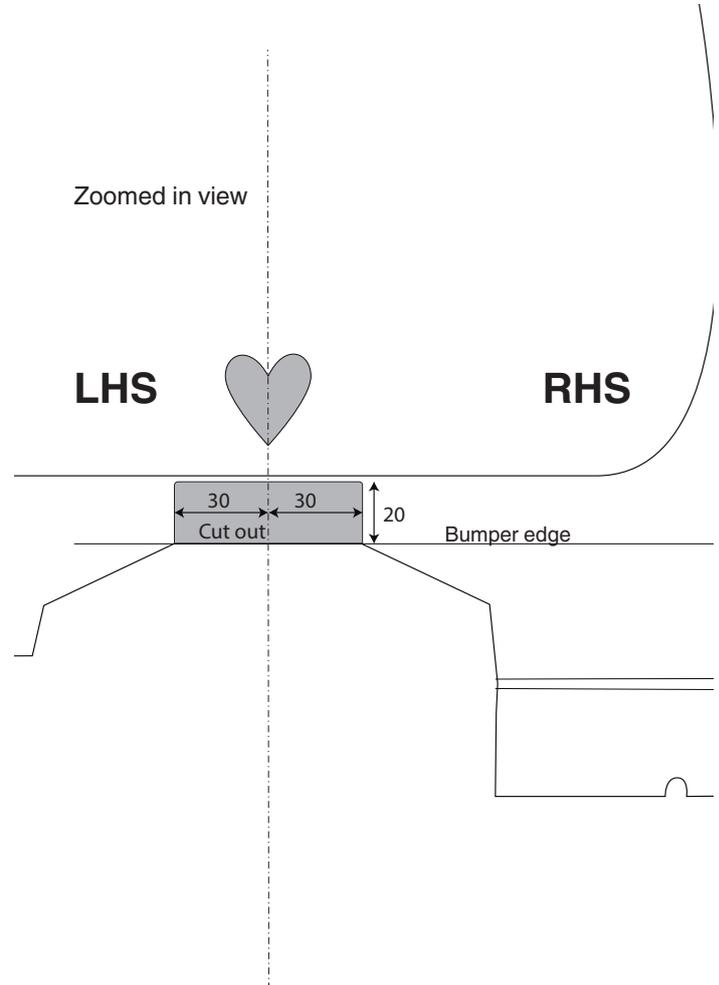

Fig. 3
12. **Peugeot:** Выпилить обозначенные части, как указано на рис. 3.